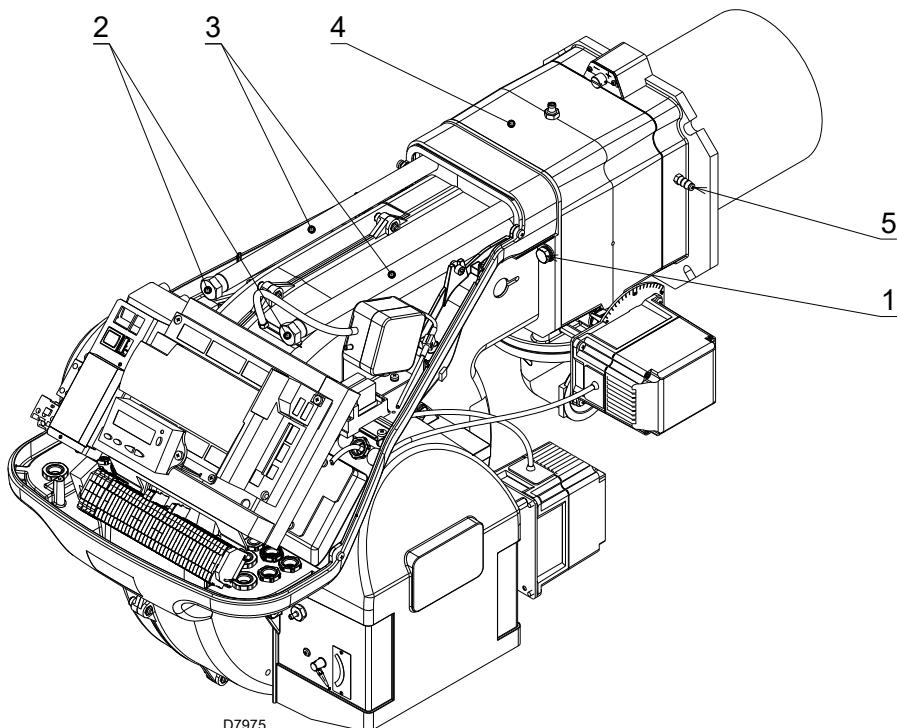

图 20
- 插好探针及电极电缆 , 然后将燃烧器推至接触多歧管 , 如图20